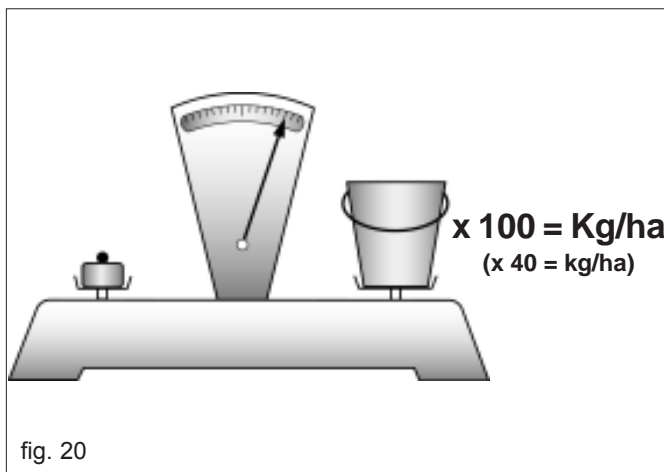

fig. 20
- 7) Peser la quantité de semences contenue dans les bacs et la multiplier par 100 ou par 40 (selon les tours effectués); la valeur obtenue correspond à la quantité en kilogrammes distribuée sur un hectare (Fig. 20).
- 8) Peser la quantité récoltée dans les bacs et la multiplier par 100 ou par 40 en fonction des rotations effectuées. La valeur obtenue correspondra à la quantité exprimée en kilogrammes distribuée par hectares (cf. Fig. 20).